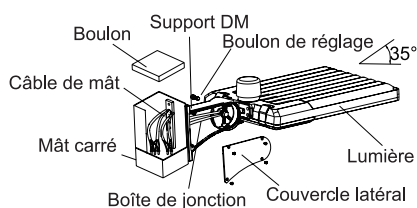

Figure 11
Étape 1 : Fixer le support DM au poteau carré avec un boulon, puis faire passer le fil connecté dans le poteau. (Fig. 11)
Avis : L'angle réglable est de 0 à 35° (Fig. 11)